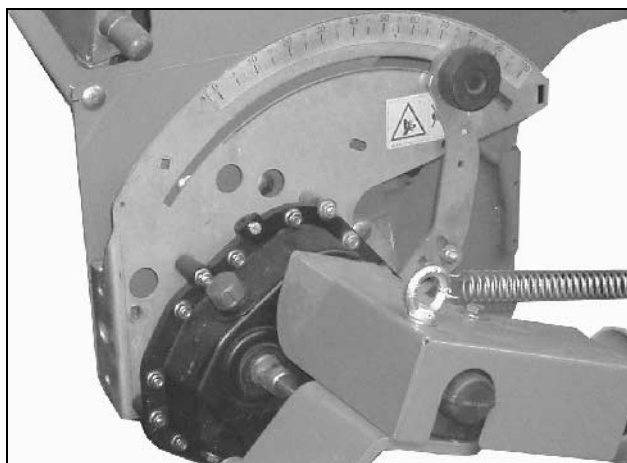

Fig. 23
- la leva di posizionamento del riduttore (Fig. 23/2) viene regolata manualmente. Maggiore è il valore in scala, più grande sarà la quantità di semente.
- il servomotore (Fig. 23/1) regola la leva di posizionamento del riduttore (Fig. 23/2) (opzionale).